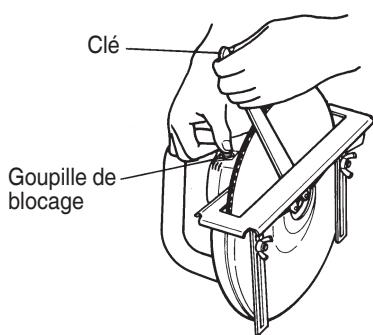

Fig. 3
(1) Retourner la machine de manière à avoir l'arbre dirigé vers le haut.
(2) Poser la rondelle de meule sur l'arbre.
- (3) Ajuster la saillie de la meule à découper sur la rondelle de meule.
- (4) Poser la rondelle intérieure sur la meule à découper et visser l'écrou de meule sur l'arbre.
- (5) Introduire la goupille de blocage pour empêcher la rotation de l'arbre et serrer l'écrou de meule avec la clé accessoire, comme le représente la Fig. 3.